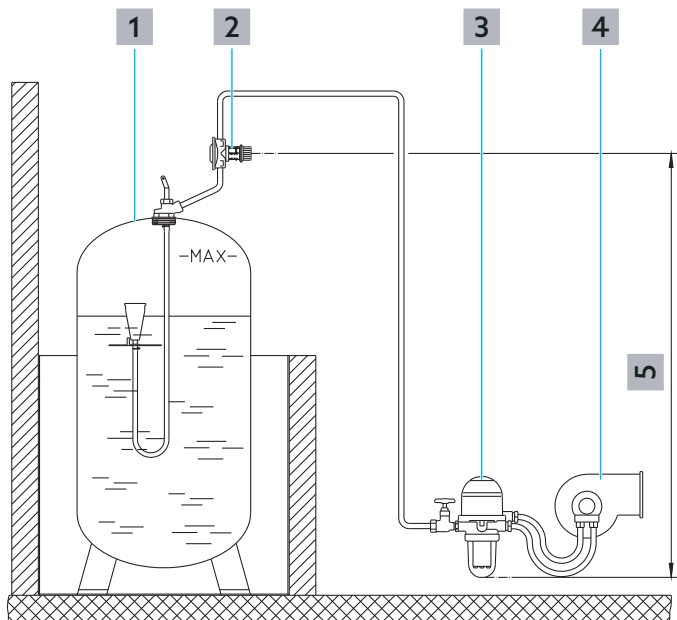

Fig. 2: Construction
La hauteur de protection du robinet doit couvrir la différence de hauteur verticale entre le lieu d'installation du robinet (centre) et le point le plus bas de la conduite d'aspiration (voir position 5 sur la Fig. 2 en page 53).
- ▶ Monter le produit dans la conduite d'aspiration au-dessus du niveau maximal de liquide. Respecter le sens du débit (voir Fig. 2 en page 53).